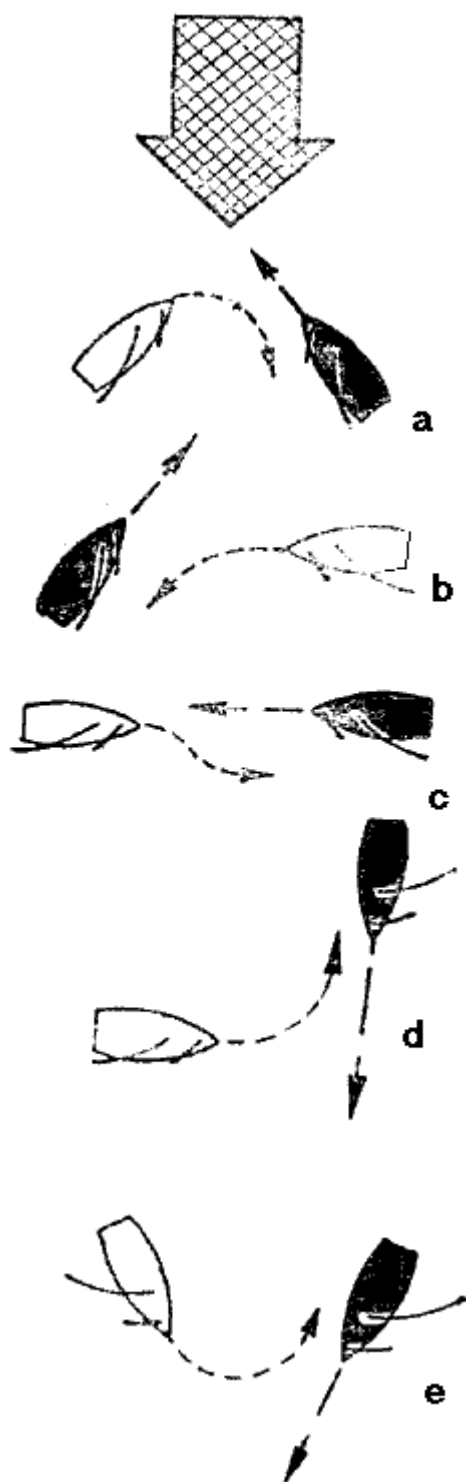

Рис. 219. Право дороги в случае отсутствия обгона по международным правилам парусных соревнований.
1. В противоположность ППСС гоночные правила различают только два курса: крутой бейдевинд и полный. Курс фордевинд относится к полным курсам (рис. 219).